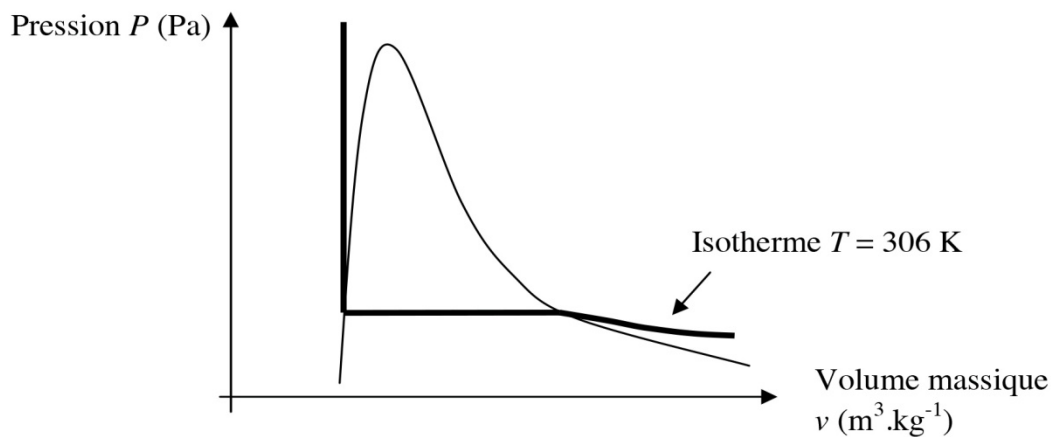

Figure 3 : isotherme dans le diagramme de Clapeyron
**A1.1.2-** Sur le diagramme de Clapeyron de la figure 3, l'allure de l'isotherme correspondant à la température  $T = 306$  K a été représentée. Justifier l'allure de cette isotherme pour chaque domaine. On pourra, dans le domaine de la vapeur surchauffée, se référer au modèle du gaz parfait. Tracer l'allure de l'isotherme correspondant à la température  $T = 559$  K sur un diagramme de Clapeyron que vous reproduirez et où apparaît l'allure de l'isotherme correspondant à la température  $T = 306$  K.